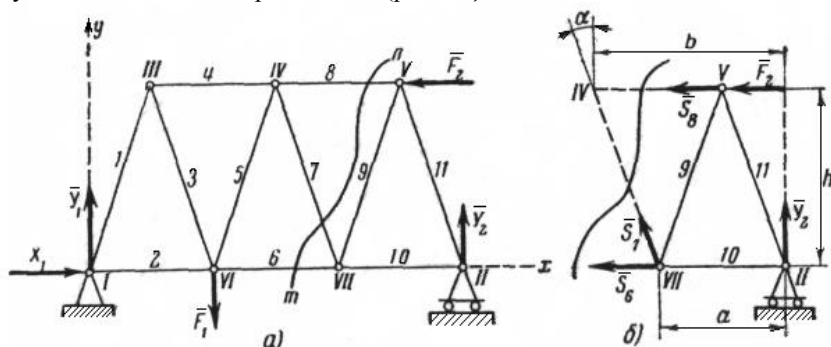

Рис. 75
Число стержней с неизвестными в них внутренними усилиями не должно превышать число аналитических уравнений, иначе конструкция будет статически неопределимой (рис. 75).
Переходим теперь к определению внутренних усилий в стержнях фермы по методу Риттера. Для этого мысленно разрежем ферму на две части, проведя сечение *mn*, например, через стержни 6, 7 и 5. После этого удалим мысленно одну из частей фермы, например левую, и рассмотрим оставшуюся правую часть. Для того чтобы равновесие оставшейся части фермы не нарушилось, необходимо согласно принципу освобождаемости от связей заменить действие существовавших ранее связей их реакциями, т. е. реакциями S_6 , S_7 , и S_8 перерезанных стержней 6, 7 и 8 на узлы V и VII (рис. 75, б). Реакция каждого стержня фермы может быть направлена только вдоль стержня, от узла, если стержень растянут, и к узлу, если он сжат. Заранее мы не знаем, какие из стержней растягиваются, а какие сжимаются. Поэтому будем считать предварительно все стержни растянутыми, т. е. будем направлять их реакции от узла, как показано на рисунок 75, б. Знак «минус» перед модулем найденной реакции стержня будет показывать, что действительное ее направление обратно принятому, т. е. на то, что стержень сжат.
где F_2 , a и h – положительные числа. Если при этом и Y_2 будет положительным числом, то знак «минус», стоящий в правой части соотношения (1), указывает на то, что на самом деле реакция S_8 имеет направление, обратное показанному на рисунок 75, б, т. е. стержень 8 сжат.